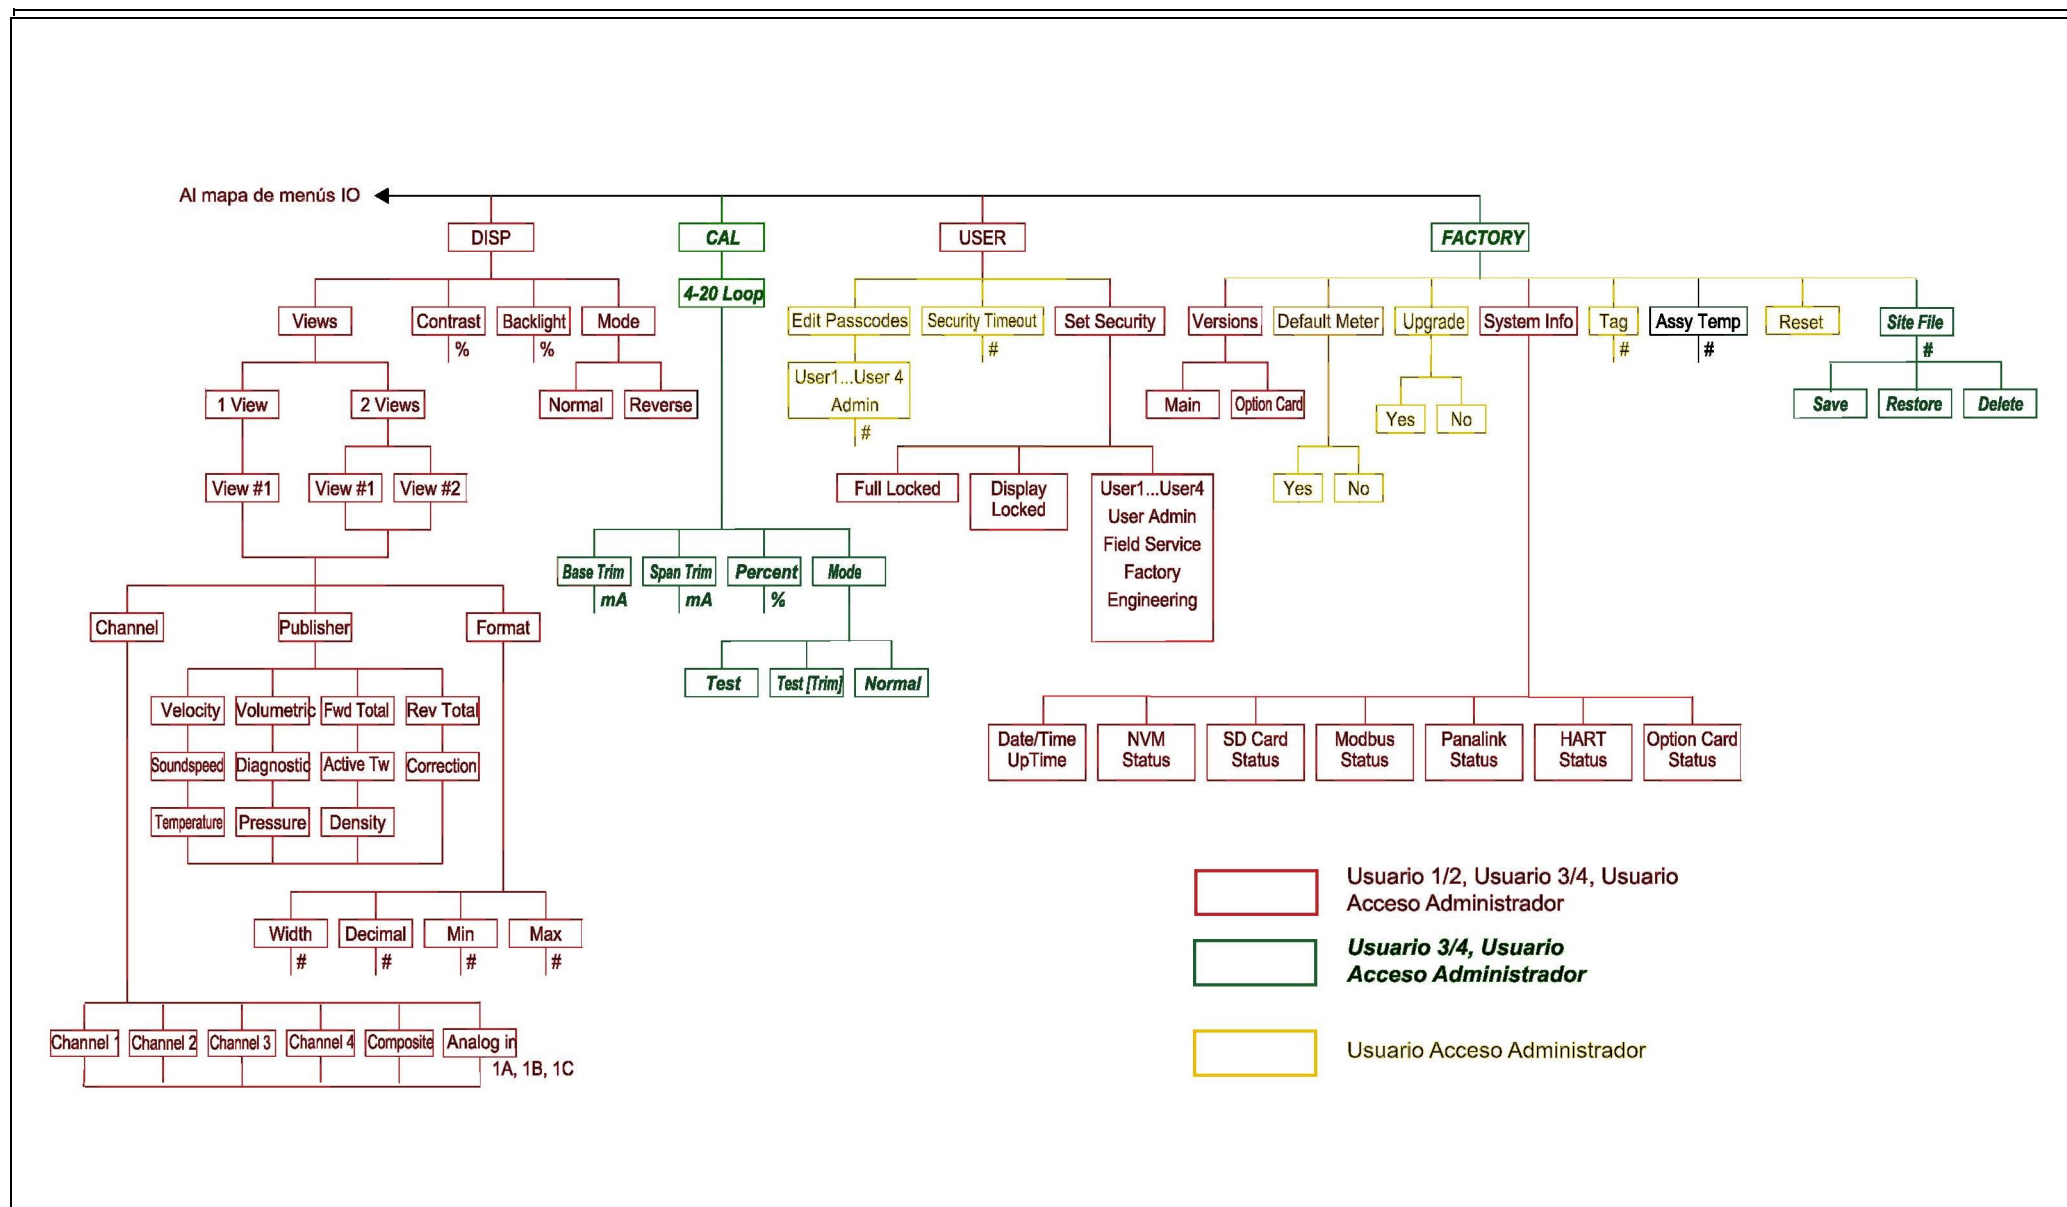

Figura 71: Mapa de menús DISP, CAL, USER y FACTOR
- Figura 71, “Mapa de menús DISP, CAL, USER y FACTOR,” en la página 133